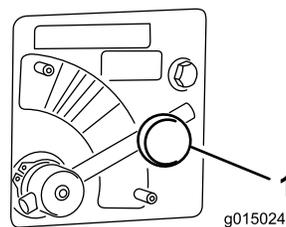

図 45
1. スピナーのバルブレバーを固定しているノブをゆるめる 図 45。
2. スピナーバルブのレバー (図 45) を、希望する色に合わせる。
1. スピナーバルブのレバーを **青** 最高速度にセットする 図 45。レバーを一杯に回すと、レバーは水平になる。